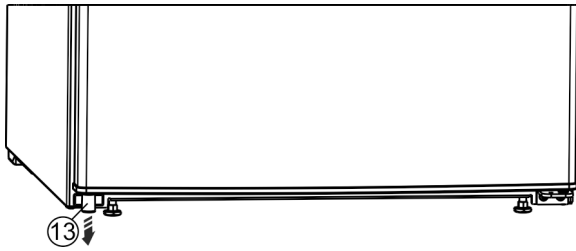

Fig. 14 \*
- ▶ Vegye ki a bal alsó távtartót Fig. 14 (13) az ajtóból.\*